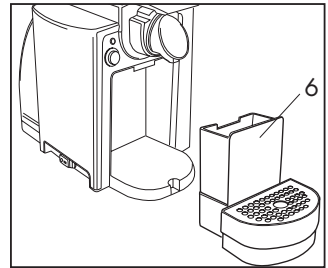
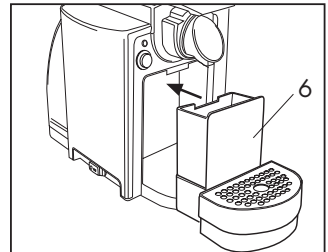

Abb. 12
Abb. 13
- Wenn die blaue Leuchte (2), die die Betriebsbereitschaft meldet, blinkt, bedeutet dies, dass 14 Kapseln verbraucht worden sind und dass der Kapselsammelbehälter (6) voll ist. In diesem Fall erfolgt keine Kaffeeausgabe. Nehmen Sie daher den Kapselbehälter (6) heraus, leeren und waschen Sie ihn (**Abb. 12**). Reinigen Sie die Tropfschale und das Gitter, um das abgetropfte Wasser und Kaffeerückstände zu beseitigen. Setzen Sie danach die Schale mit dem Kapselbehälter wieder ein (**Abb. 13**). Stellen Sie die Meldeleuchte (2) für Betriebsbereitschaft wieder zurück, indem Sie die Ausgabetaste (3) zwei Sekunden lang gedrückt halten oder schalten Sie das Gerät über den Hauptschalter (9) aus und wieder ein.
- Der Kapselsammelbehälter kann bis zu maximal 13 Kapseln aufnehmen und muss daher in regelmäßigen Abständen geleert werden, um zu vermeiden dass sie sich verklemmen können. Um den Kapselbehälter (6) zu leeren, diesen herausnehmen (Abb. 12). Leeren Sie den Kapselsammelbehälter und waschen Sie ihn. Reinigen Sie die Tropfschale und das Gitter, um das abgetropfte Wasser und Kaffeerückstände zu beseitigen. Setzen Sie danach die Schale mit dem Kapselbehälter wieder ein (Abb. 13).